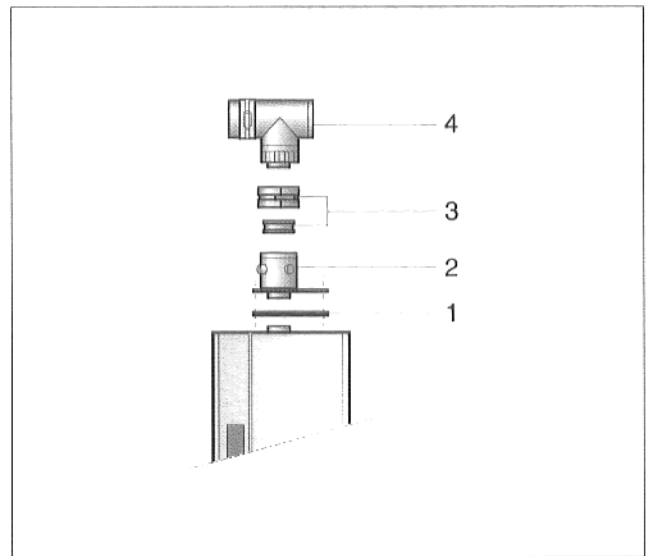

Abb. 9 Montage Kesselanschluß
- Konzentrische Anschlußplatte (Abb. 9, Pos. 2) mit Dichtung (Abb. 9, Pos. 1) am Heizkessel montieren.
- Silikonmanschette und Klemmband (Abb. 9, Pos. 3) über konzentrische Anschlußplatte schieben.
- Revisions-T-Stück (Abb. 9, Pos. 4) aufstecken und mit Silikonmanschette und Klemmband Verbindungsstelle verschließen.